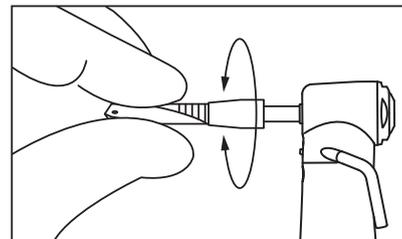

Рис. 2
- 2) Слегка поверните бор, чтобы он до конца установился в зажимном механизме. (Рис.2)